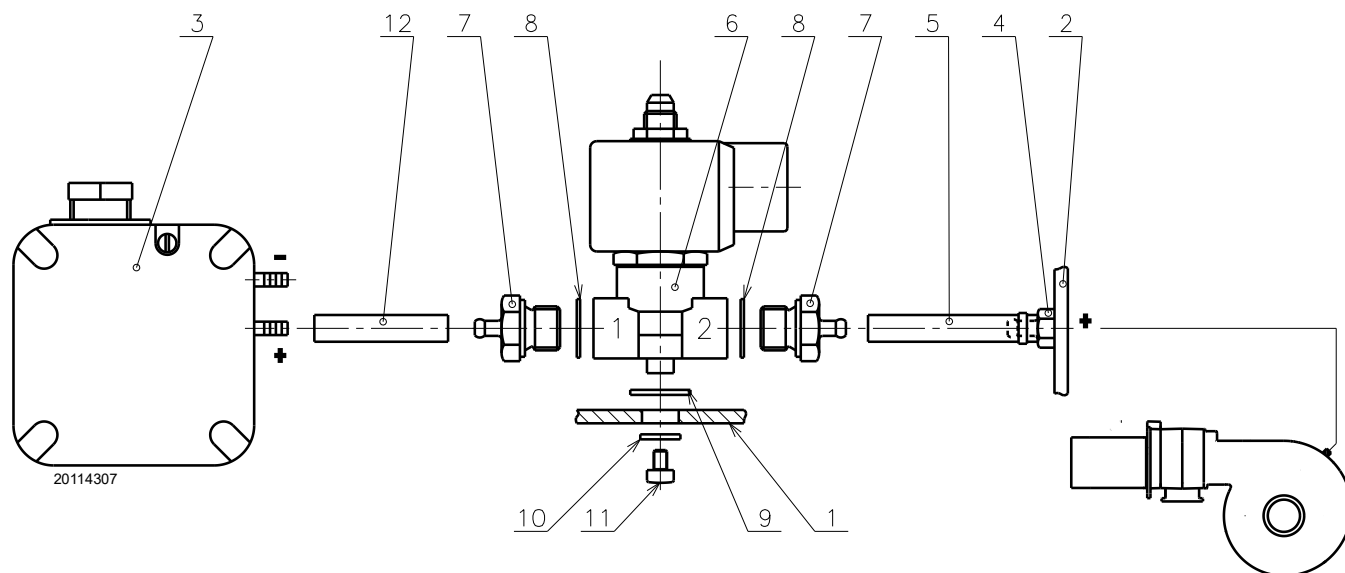

Fig. 1
- ensamblar los racores 7)(Fig. 1) a la válvula 6) interponiendo las juntas 8), luego fijar la válvula con el tornillo 11), interponiendo las arandelas 9) y 10) suministradas (véase ejemplos de fijación);